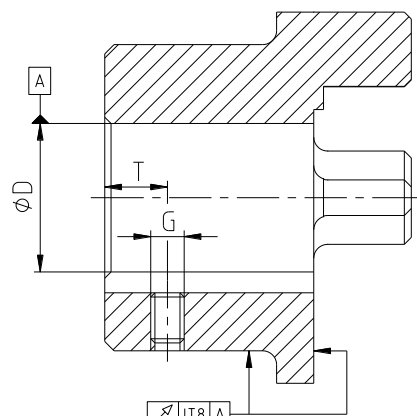

図 9: 外周と端面の振れ
- お客様が軸穴加工をされる場合はハブの外周と端面の振れが許容値を超えないようにしてください(図 9 をご参照)。